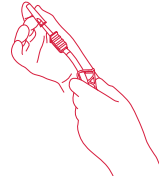

Figura 23 - Remoção da tampa do conector para o recipiente de fluido do equipo.
3. Retire a tampa do conector para o recipiente de fluido do equipo, de maneira a não o contaminar (Figura 23);